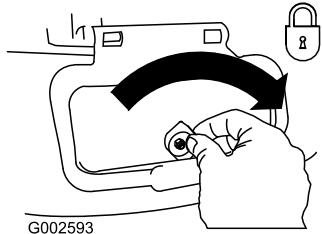

Figur 37
- Montera sidoutkastarriktaren och stäng luckan till riktaren (Figur 37).